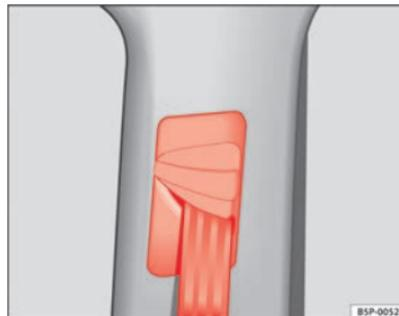

Fig. 16 Dispositivo di regolazione dell'altezza della cintura
- Premere sulla staffa di inversione posta in alto, tenendola poi in questa posizione ⇒ fig. 16.